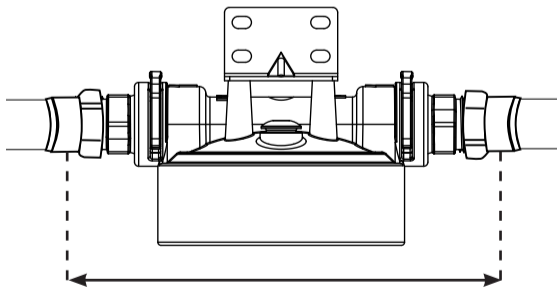

Figura 2
4. Calcule el espaciamiento adecuado para los componentes (aproximadamente 1,9 cm del tubo existente entre cada accesorio) (ver Figura 2.)